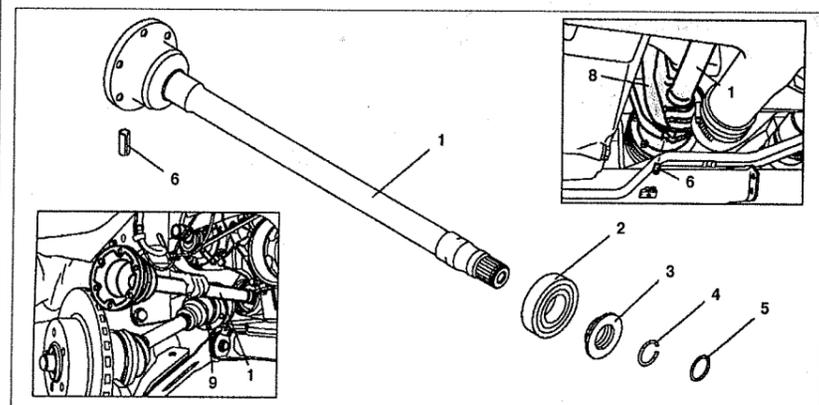

Рис. 7.8. Центральный ведущий вал с подшипником (автомобили с двигателями 111.948 и 601.970):
1. Отсоедините правую полуось 9 от центрального ведущего вала (см.рис.7.8).